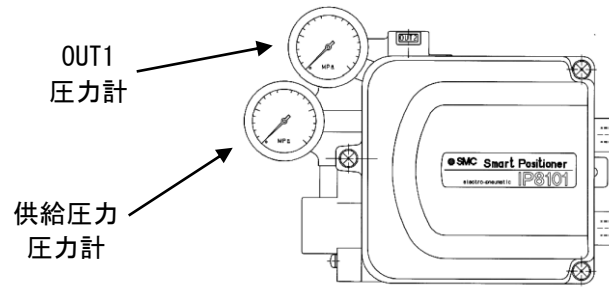

図 17
- *5: ポジションナに取付けられている圧力計の名称を図 17 に示します。